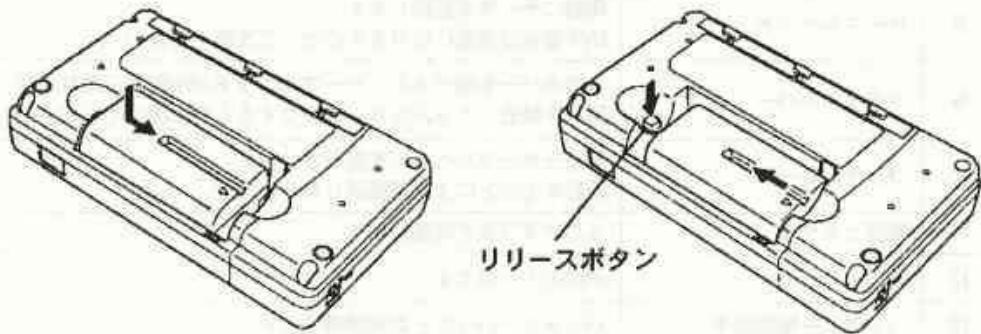

図4-2 バッテリーパックの接続
##### (1) バッテリーパックの取り付け方(図4-2 A参照)
##### (2) バッテリーパックの取り外し法(図4-2 B参照)